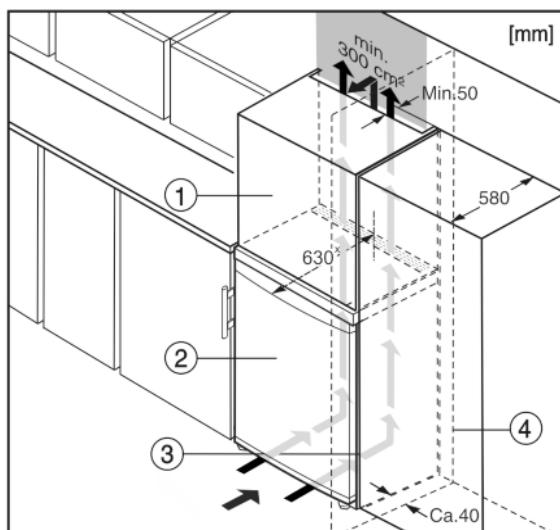

Fig. 5
Устройство может быть окружено кухонными шкафами. Чтобы уравнять устройство Fig. 5 (2) по высоте с кухонной стенкой, можно установить над устройством дополнительный шкафчик Fig. 5 (1).
При комбинировании с кухонными шкафами (глубина макс. 580 мм) устройство можно установить непосредственно рядом с кухонным шкафом Fig. 5 (3). Устройство выступает сбоку на 34 мм \times и по центру на 50 мм \times относительно передней стенки кухонного шкафа.
Если устройство установлено на шарнирах у стены Fig. 5 (4), то расстояние между устройством и стеной должно быть не менее 40 мм. Настолько выступает ручка при открытой дверце.